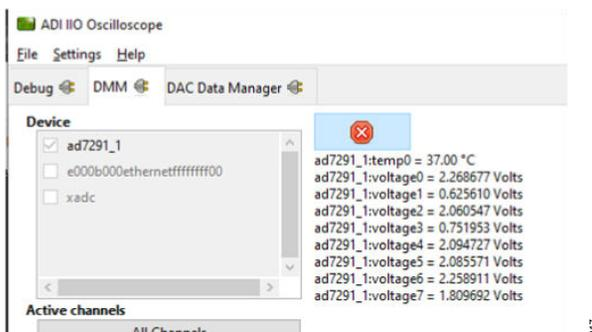

図 17. IIO Oscilloscope の電圧モニタ・パネル
5. IIO Oscilloscope の [DMM] タブに移動し、電圧モニタ値が図 17 に示したものと一致していることを確認します。